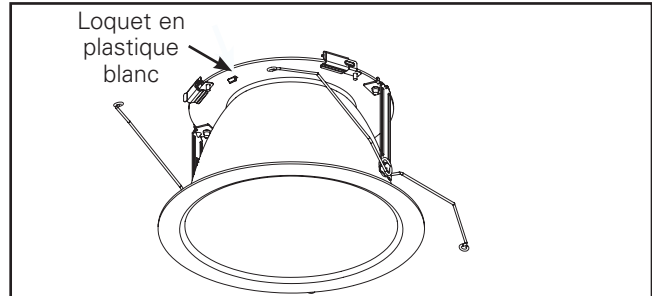

Figure 10
1. Appuyez sur le loquet en plastique blanc pour retirer le réflecteur supérieur et nettoyer la lentille. (Figures 10 & 11).